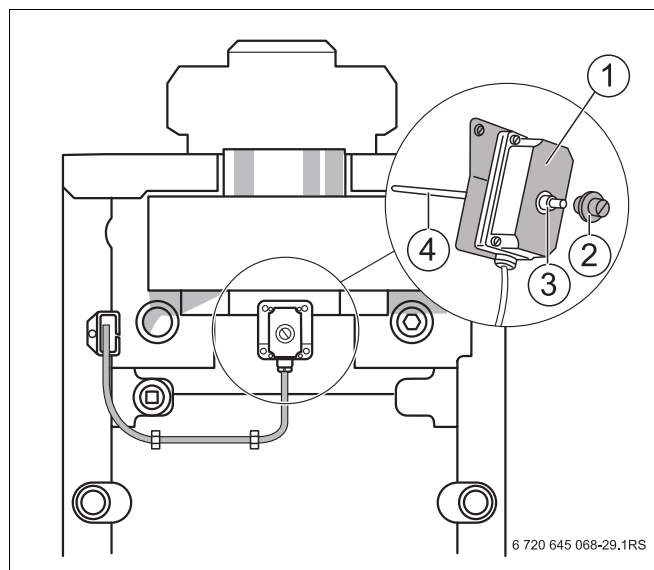

Рис. 33 Проверка системы контроля дымовых газов AW 10
- Снять систему контроля дымовых газов (Рис. 33, поз. 1) с прерывателя тяги.
- При работающей горелке удерживать датчик температуры (Рис. 33, поз. 4) в середине потока дымовых газов.
- Вновь установить систему контроля дымовых газов (Рис. 33, поз. 1).
- Примерно через 2 минуты снять защитный колпачок (Рис. 33, поз. 3) и нажать на разблокировочный штифт (Рис. 33, поз. 2).